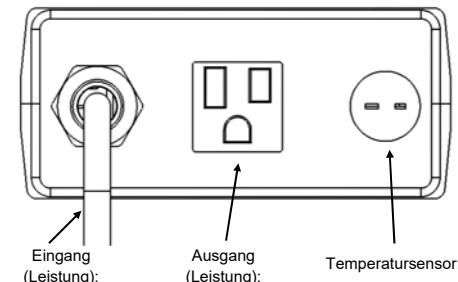

Abbildung 1
4. Das Stromkabel des Temperaturreglers in die Ausgangsstrom-Steckdose des Grenzwertreglers einstecken (siehe Abb. 1).